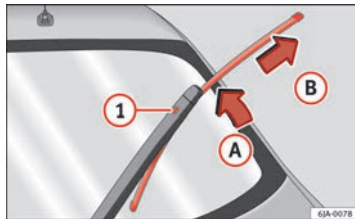

Fig. 67 Spazzola del tergilunotto
- Rimuovere il braccio del tergilunotto dal cristallo spostando leggermente la spazzola nel senso del braccio - freccia ① ⇒ fig. 67.
- Con l'altra mano sbloccare la sicurezza ① ed estrarre la spazzola nel senso della freccia ②.